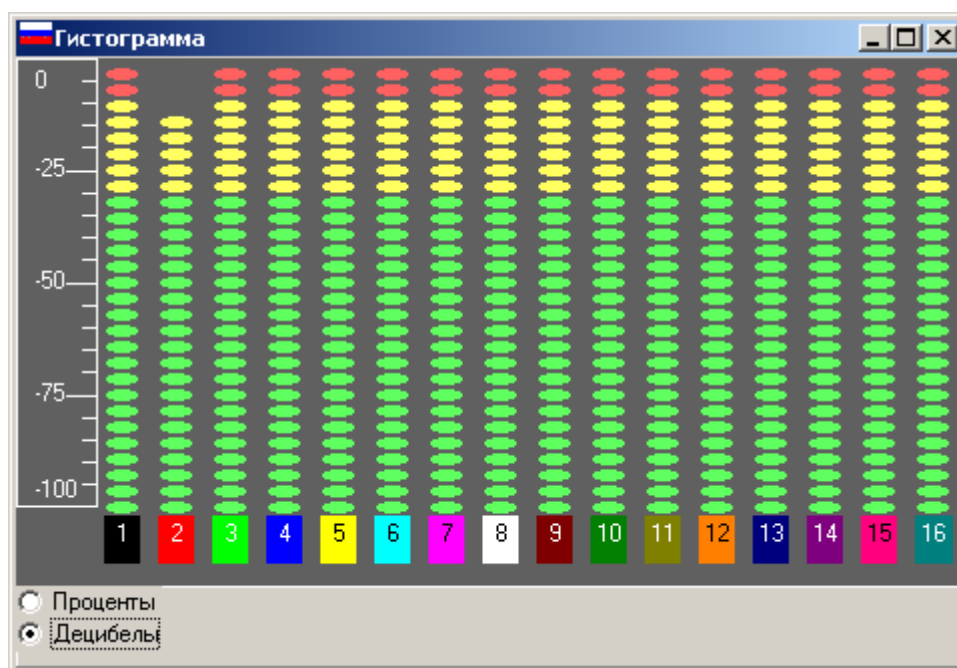

Рис. 9
4.1.3.1. Гистограмма позволяет просматривать усредненные значения сигналов на каждом из каналов, содержит всего один управляющий элемент – переключатель «Проценты / Децибелы» (рис. 9).